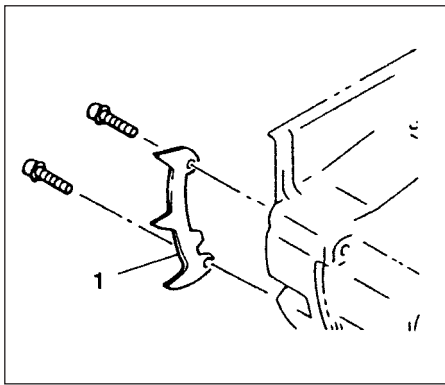

Fig.1-0
* Montera den medföljande, pliggförsedda barkstod (1) (Om sådana finns) på enheten med de två skruvarna. (Fig. 1-0)